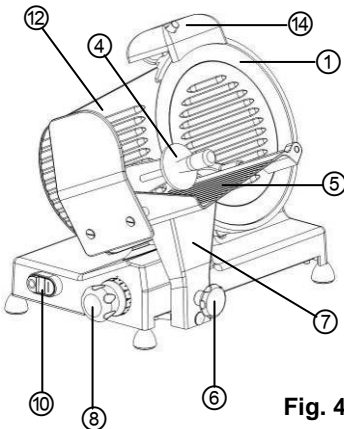

Fig. 4
- Avant de mettre en marche l'appareil, vérifier les points suivants (fig. 4):
Fonctionnement de l'appareil (fig. 4, 5)